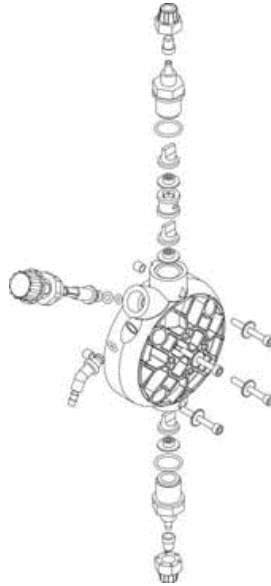

Fig. 10
3. Elimine todo el líquido presente en el cuerpo de la bomba, desmontado y volviendo a montar el cuerpo de la bomba con los cuatro tornillos de sujeción (Fig. 10).
3. *Elimine todo el líquido presente en el cuerpo de la bomba, desmontado y volviendo a montar el cuerpo de la bomba con los cuatro tornillos de sujeción (Fig. 10).*
2. *Revise el funcionamiento de la bomba al menos cada 6 meses, así como la posición de los tornillos y de las juntas de impermeabilización. El control debe ser efectuado con más frecuencia en líquidos agresivos, prestando especial atención en la concentración de aditivo en la instalación. Su reducción podría ser debida al desgaste de las válvulas (en tal caso se deben sustituir siguiendo los pasos de la Fig.10) o al atasco del filtro, que se debe limpiar como se indica en el punto 3.*
*También se puede efectuar esta operación de la forma siguiente: una vez la bomba está desconectada de la instalación, sujete la bomba boca abajo por unos pocos segundos (15-30) sin que los tubos estén conectados a los empalmes. Si resulta imposible, desmontar y volver a montar el cuerpo de la bomba (Fig.10) utilizando los cuatro tornillos de fijación.*